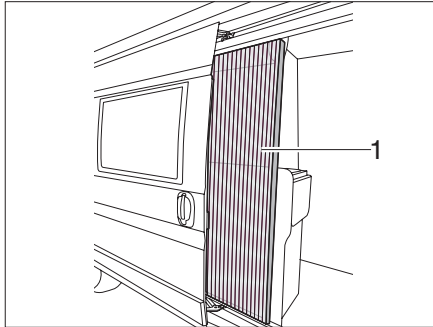

Fig. 31 Protección contra insectos
- ▶ Extraer la protección contra insectos (Fig. 31,1) por el listón completamente.
- ▶ Regresar la protección contra insectos (Fig. 31,1) por el listón a su posición inicial.